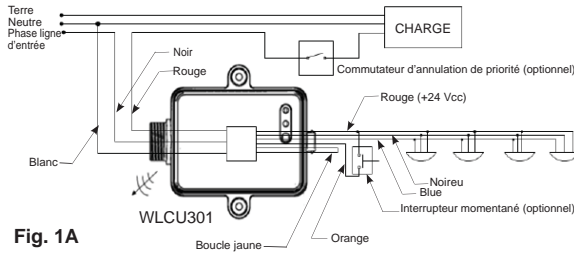
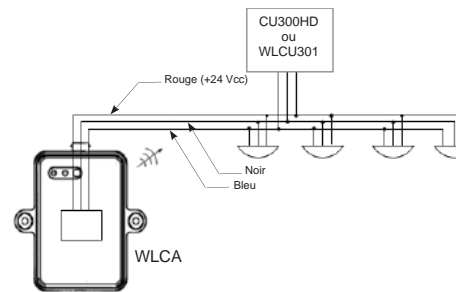

Fig. 1A
Fig. 1B
- Raccorder l'unité WLCU301 au circuit conformément au schéma de câblage de la Fig. 1A et l'unité WLCA au circuit conformément au schéma de câblage de la Fig. 1B.